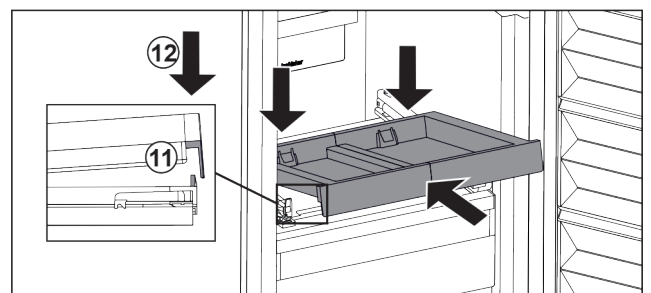

Fig. 142
- Schräg einschieben. Darauf achten, dass auf beiden Seiten der Anschlag hinter der Lasche ist. Fig. 142 (11)
- Auszugsbord vorne absetzen. Fig. 142 (12)